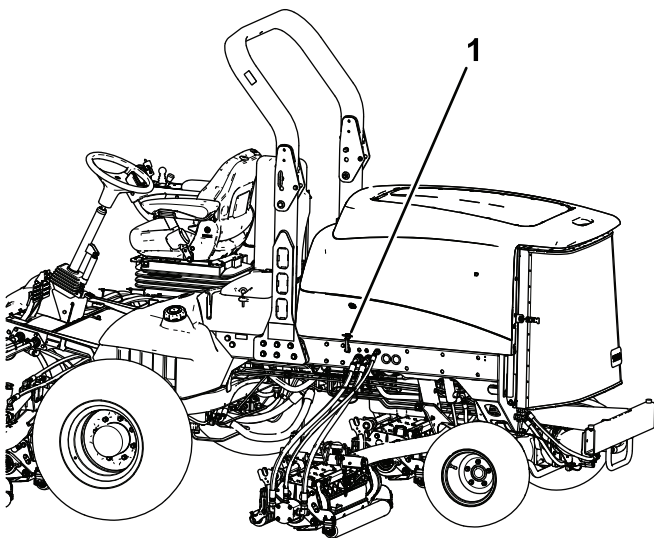

Bild 68
1. Lösen Sie die Motorhaubenriegel (Bild 68) und öffnen die Motorhaube.